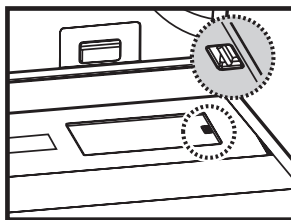

Fig. 5
- Dévissez et retirez la protection de l'ampoule avec un tournevis. **Fig. 5.**